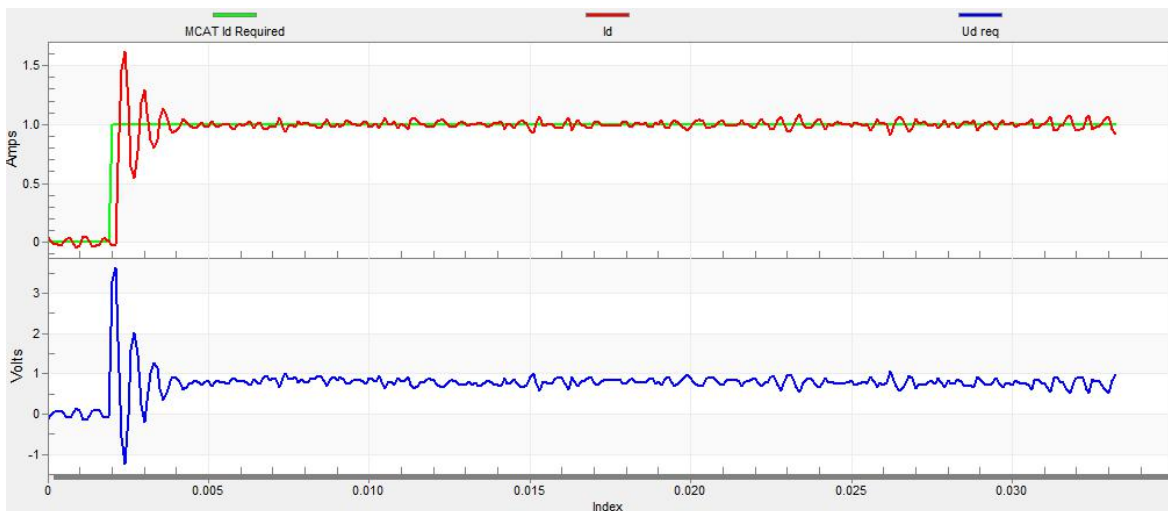

图29. Id电流控制器的快速阶跃响应
- 环路带宽很高（700 Hz）， I_d 电流的响应时间非常快，但会出现振荡和过冲（见图29）。